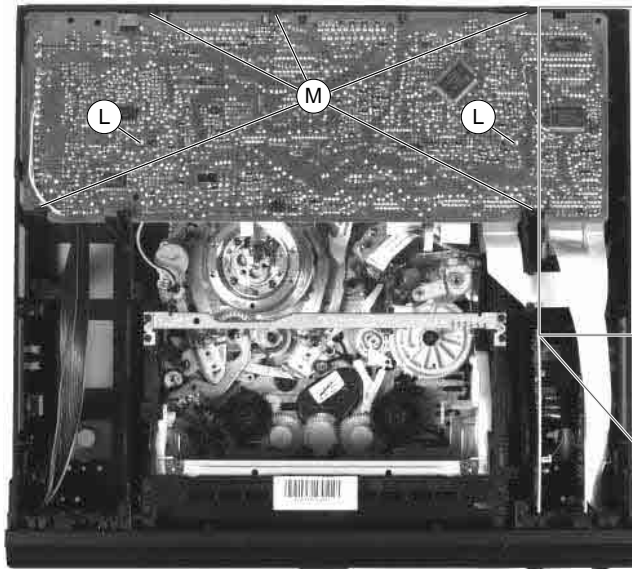

Fig. 6
- 2 Schrauben (L) herausdrehen (Fig. 6).
- Rastnasen (M) lösen und Chassisplatte herausnehmen (Fig. 6).
- Undo 2 screws (L) (Fig. 6).
- Open the locking lugs (M) and take out the Family Board (Fig. 6).